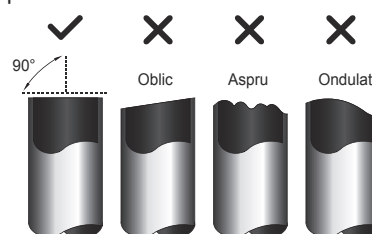

Fig. 5.1
3. Asigurați-vă că țeava este tăiată la un unghi perfect de 90°. Consultați Fig. 5.1 pentru exemple proaste de tăiere.